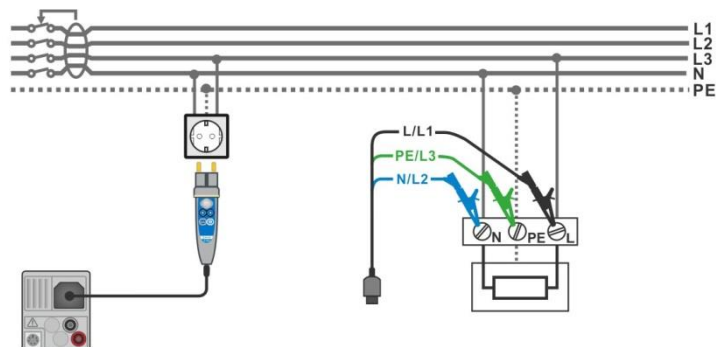

figura 7.30: Collegamento con puntale remoto e puntale a 3 fili
- › Collegare puntali o puntale remoto all'oggetto in prova, vedere **figura 7.30**.